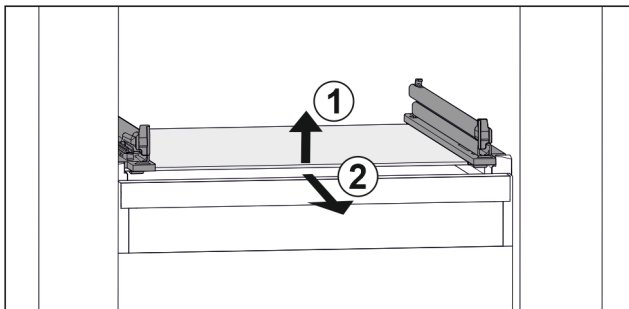

Fig. 100 Примерно изображение на стъклената плоча
- ▶ Повдигнете стъклената плоча отпред. Fig. 100 (1)
- ▶ Извадете стъклената плоча напред. Fig. 100 (2)